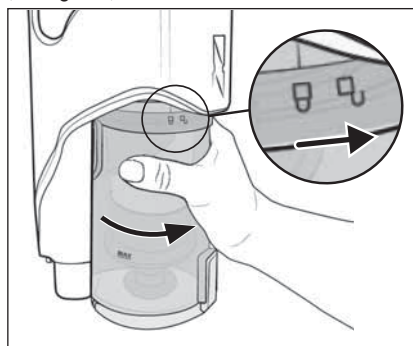

Fig. 25
- 8) Volte a colocar o reservatório de pó **7** no aparelho e rode-o no sentido do símbolo  (fechar), até ficar bem fixo no aparelho (ver fig. 25).